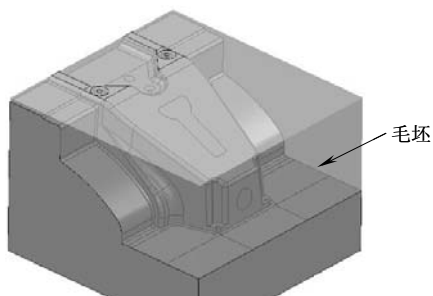

图 5-54 创建毛坯
- 1) 创建毛坯：在 PowerMILL 综合工具栏中单击创建毛坯按钮，打开“毛坯”表格，勾选“显示”选项，其他选项使用默认值，然后单击“计算”按钮，创建出方形毛坯，如图 5-54 所示。单击“接受”按钮，完成创建毛坯操作。